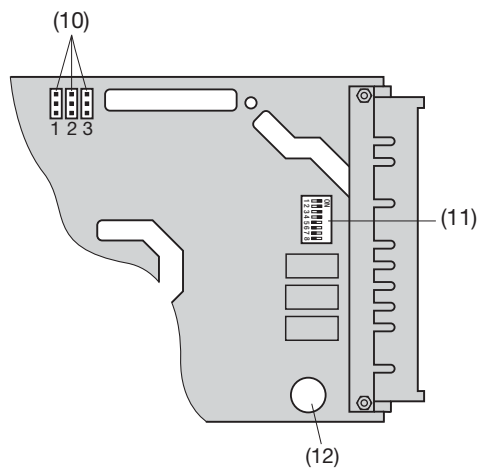

Bild 5. Hinterer Teil des EURAX V 604 mit den Stiftenleisten (10), dem 8-fach DIP-Schalter (11) und der Netz-Sicherung (12).
Je nach **Messaufgabe/Anwendung** (siehe Tabelle 5) die Messeingangsleitungen anschliessen und entsprechend die Steckbrücken **A** und **B** auf die Stiftenleisten stecken. Die Lage der Stiftenleisten (10) auf dem Steck-Einschub zeigt Bild 5.
Für das Anpassen an die Art der Ausgangsgrösse den DIP-Schalter (11) nach Tabelle 7 einstellen (siehe Bild 5).